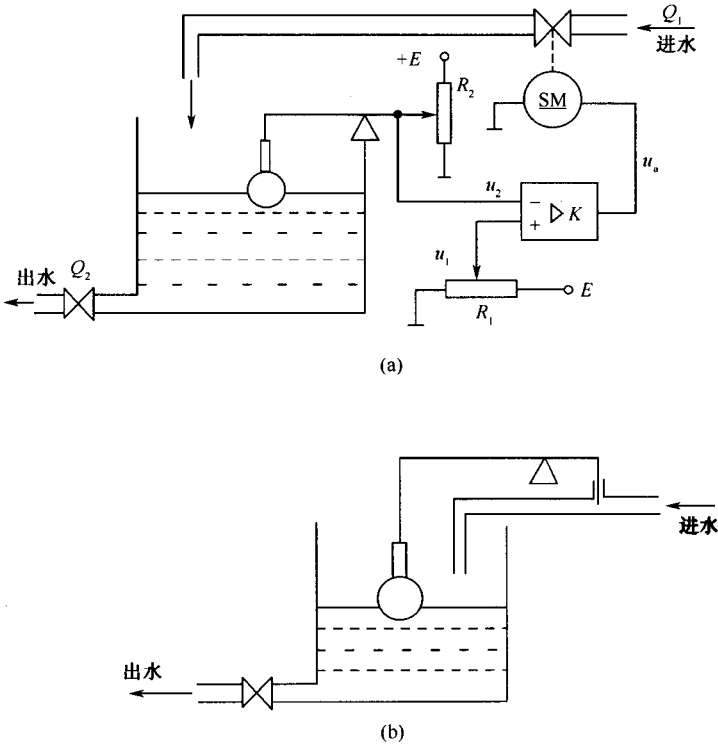

图 1-5 水位控制系统
2. 图 1-5 为两个水位控制系统。SM 是直流伺服电动机。指出控制对象、控制元件、被控变量、扰动量和参考输入,绘出系统元件框图。产生恒值扰动后哪一个系统必然存在误差? 为什么?